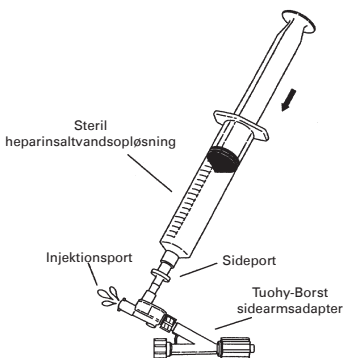

Fig. 2
4. Tilslut dobbeltcheckventilen til den gennemsigtige Tuohy-Borst adapter. Tuohy-Borst ventilen bør være helt lukket. Tilslut en 20 ml sprøjte fyldt med heparinsaltvand til sideporten på dobbeltcheckventilens adapter og tøm langsomt luft ud af injektionsporten. (**Fig. 2**)